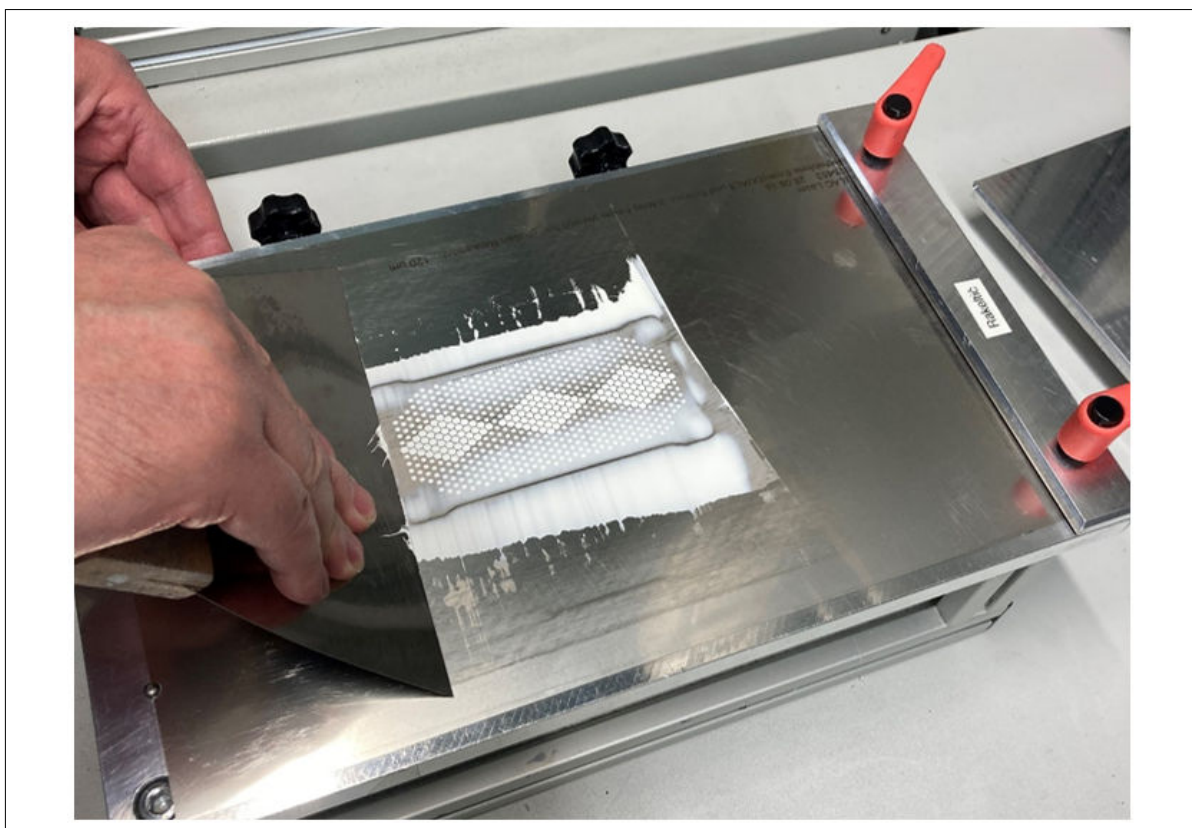

図5 ペーストを広げる
3. パテナイフを使ってペーストをテンプレートの穴に塗布してください。図5に、この手順の一例を示します。